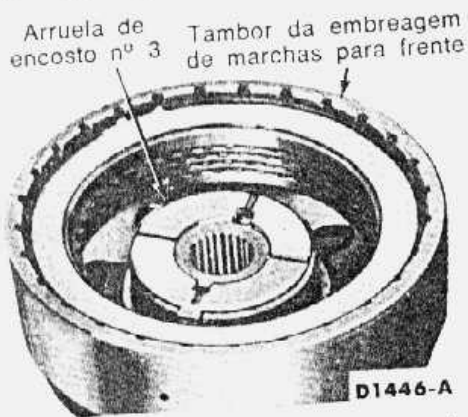

fig. 101 — localização da arruela de encosto nº 3
24. Instalar, na embreagem das marchas para frente, a arruela de encosto nº 3 (fig. 101).